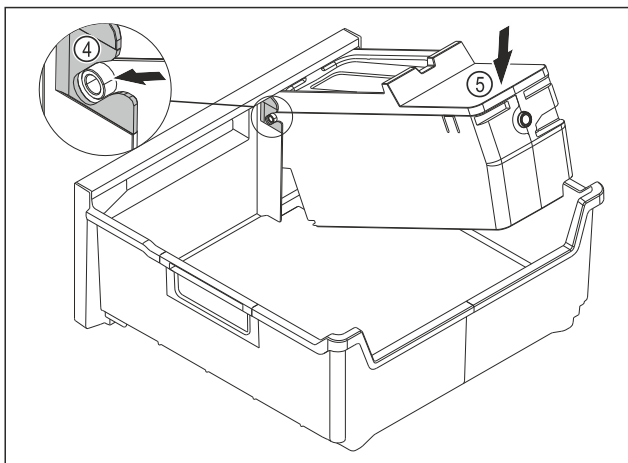

Fig. 140
- ▶ Montare il corpo dell'EasyTwist-Ice: Inserire gli assi del corpo dell'EasyTwist-Ice nelle guide Fig. 140 (4).
- ▶ Spingere il corpo dell'EasyTwist-Ice Fig. 140 (5) posteriore verso il basso.